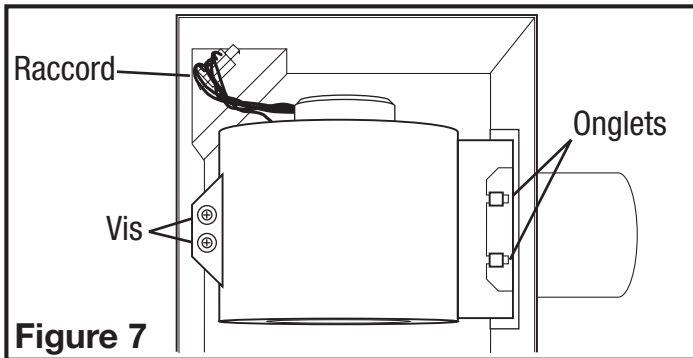
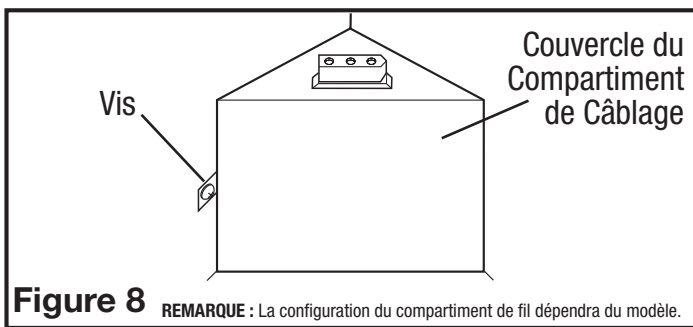

Figure 7
Figure 8
- 1b. Compartiment de Câblage Intérieur: Enlever les trois vis retenant en place l'assemblage de la soufflante et soulever pour sortir l'assemblage hors du châssis (**Figure 7**). Enlever la vis (ou les vis) du couvercle du compartiment à câblage et mettre ce couvercle dans un endroit fiable (**Figure 8**).